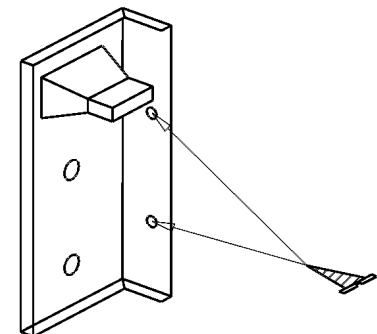
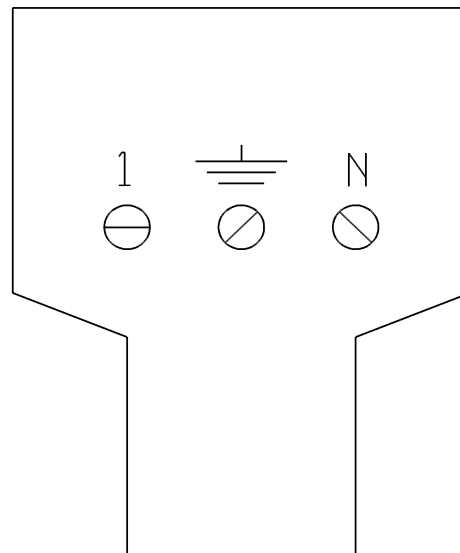

Fig. 3
Fig. 9
- Fixer le groupe d'alimentation (fig. 3) derrière en haut à gauche du renforcement en utilisant deux vis à bois comme indiqué à la fig. 2
- Relier le cordon d'alimentation fourni avec l'appareil à son connecteur se trouvant derrière l'appareil et insérer ce dernier dans le groupe d'alimentation situé derrière la colonne (fig. 3) où est montée une plaque à borne (fig. 9) prévue pour le fonctionnement à la tension de 230 V monophasée.